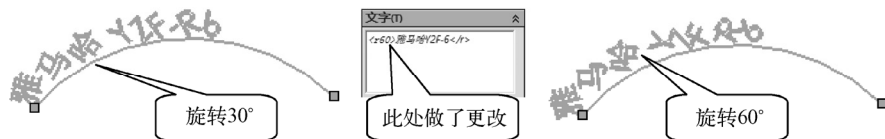

图 2-69 更改文字的旋转角度
- **加粗**、**斜体**或**旋转**：可加粗、倾斜或旋转字体，需在选中文字后单击按钮执行。单击按钮后，将在文字周围添加编辑码（相当于网页中的 HTML 码），可更改某些编辑码的数值来更改旋转（或倾斜等）的角度，如图 2-69 所示。